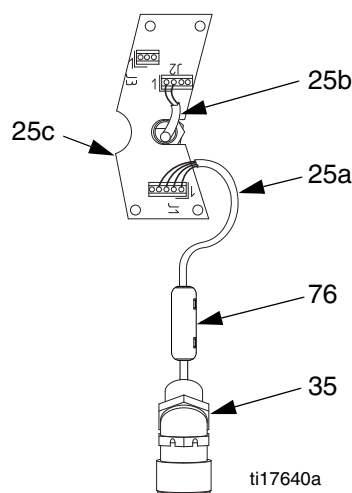

FIG. 27. Conexiones de cables de la tarjeta de circuito
- a. Vea la FIG. 27. Desconecte el cable del transductor (25a) de J1 en la tarjeta de circuito (25c). Retire y retenga la ferrita (76).
- c. Desconecte los cables del circuito de campo de IS de J2 y J3 en la tarjeta de circuito y de los dos bloques de terminales (46). Desconecte los cables del sensor de posición de los dos bloques de terminales. Retenga los bloques de terminales.
- e. Desenrosque los alivios de esfuerzo de conductor (74a y 35) de la carcasa de engranajes. Tire del alivador de esfuerzo de 45° (35) y del conducto del transductor para sacarlos de la carcasa. No desconecte el transductor de la lumbrera de salida (P).
- f. Desconecte el sensor de posición y las piezas de fijación de la carcasa de engranajes (1). Vea la página 22. Asegúrese de retirar el adaptador del sensor de posición (78). Retenga estas piezas.
11. Desenrosque las tuercas de seguridad (15) de las varillas de unión (3). Retire la sección de fluido completa. Desenrosque las varillas de unión (3) de la carcasa de engranajes.